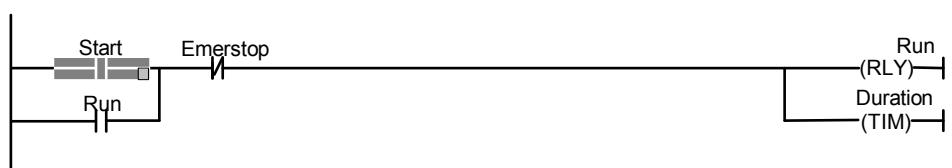

図2.6
18. 画面が回路作成モード Circuit Editing Mode に移行すると画面上のカソールは大きくなり、<→>キーを一度だけ押すとカソールは要素 “Start” の位置に移動して、図 2.6 の様にカソールの右端を点滅します。